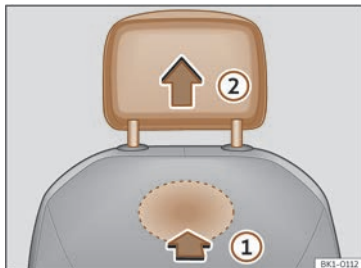

Fig. 93 Repousacabezas dianteiro: desmontaxe.
- Para desbloquealo, busque o rebaixe situado na parte posterior do respaldo pola área marcada e prema no sentido da frecha >>> fig. 93 ①.
- Retire o repousacabezas no sentido da frecha ②.